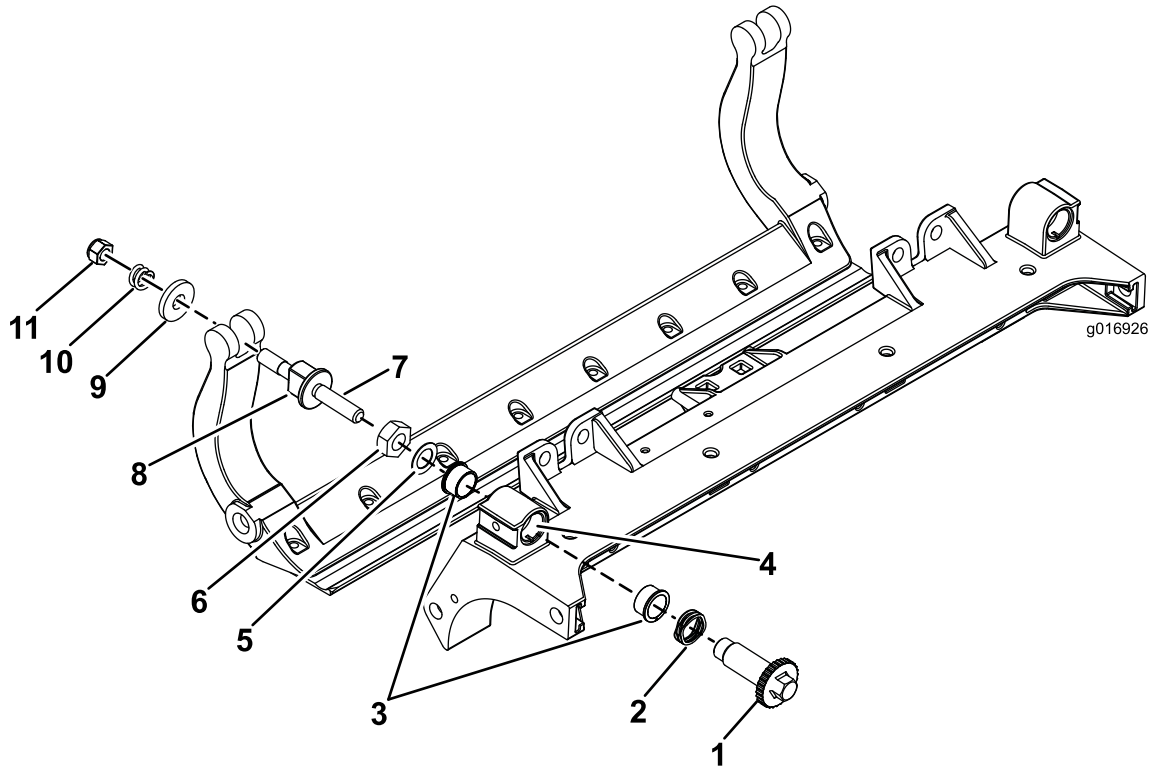

Bild 42
1. Entfernen Sie alle Teile (siehe *Installationsanleitung* für das HD-DPA-Kit und Bild 42).
2. Tragen Sie ein Gleitmittel innen im Büchsenbereich am mittleren Schneideinheitsrahmen auf (Bild 42).
3. Fluchten Sie die Keile an den Flanschbüchsen mit den Schlitzen im Rahmen aus und setzen Sie die Büchsen ein (Bild 42).
4. Legen Sie eine Wellenscheibe auf die Einstellerwelle und schieben Sie die Einstellerwelle auf die Flanschbüchsen im Rahmen der Schneideinheit (Bild 42).
5. Befestigen Sie die Einstellerwelle mit einer Flachscheibe und einer Sicherungsmutter (Bild 42).
12. Legen Sie eine Stahlscheibe außen auf jede Nylonscheibe (Bild 42).
Hinweis: Die Scheiben innen können einen Abstand aufweisen (Bild 42).
15. Ziehen Sie die Mutter an jedem Untermesserträgereinsteller an, bis die Druckfeder ganz zusammengedrückt ist, lösen Sie die Mutter dann um eine halbe Umdrehung (Bild 42).